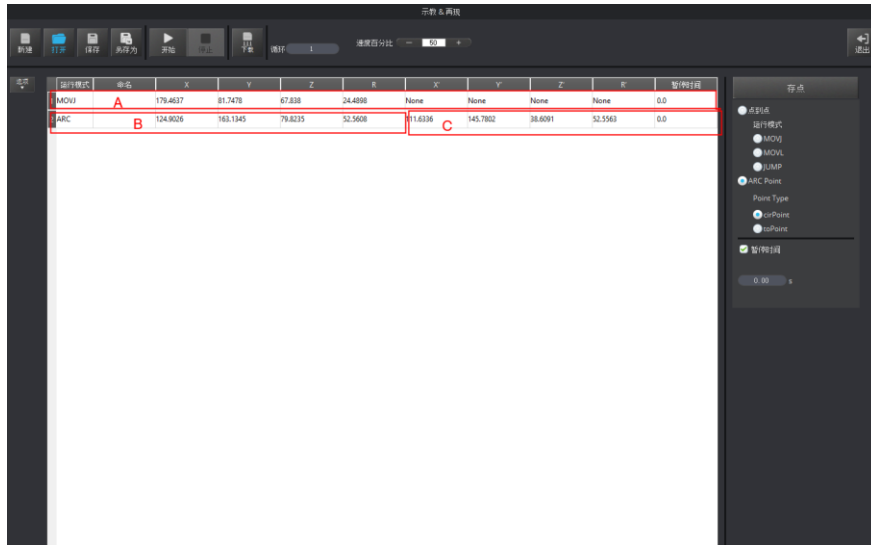

图 5.21 存中间点 B 和结束点 C
5. 单击“存点”，保存中间点B和结束点C对应的Magician Lite坐标信息。如图 5.21所示。